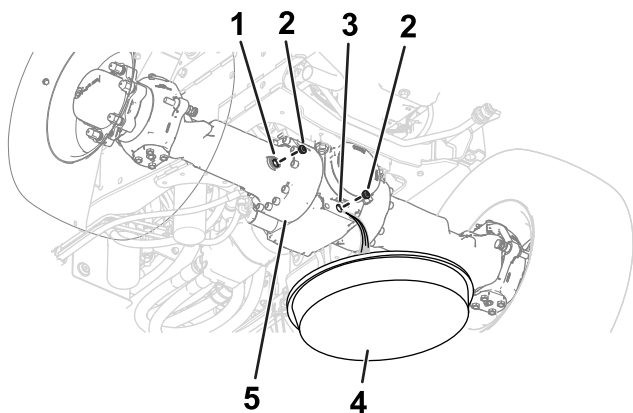
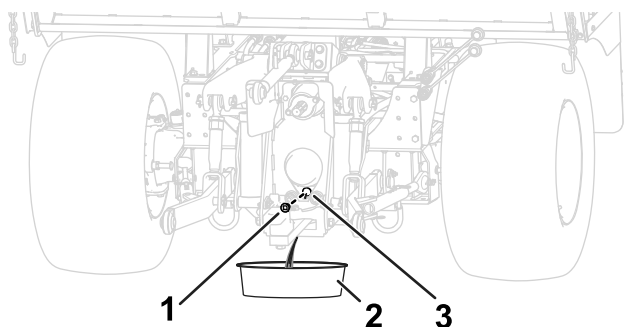

Figura 99
Figura 100
1. Coloque un recipiente de vaciado debajo del alojamiento del diferencial del eje (Figura 99 y Figura 100).
2. Retire los tapones de la mirilla y del orificio de vaciado los alojamientos de los diferenciales de los ejes (Figura 99 y Figura 100).